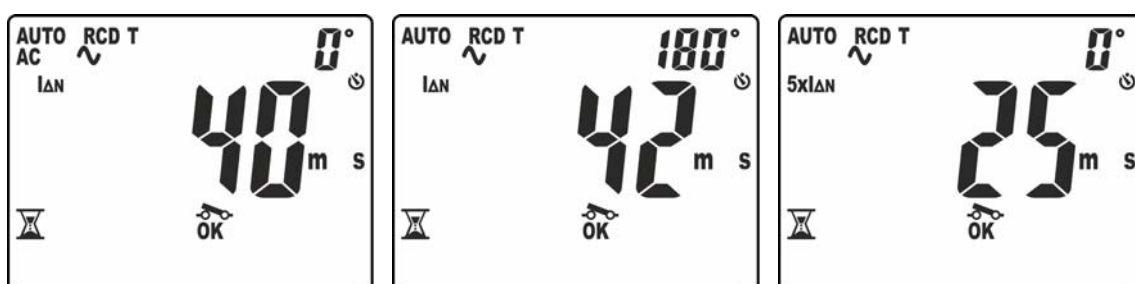

Fig. 32: Tiempo de intervención en modo AUTO – Pantallas 1
10. La primera prueba realizada es con corriente de prueba  $I_{\Delta n}$  y polaridad  $0^\circ$ . El resultado de la medida parcial se muestra en pantalla con indicación "OK" o "NOT OK" (ver Fig. 32 – parte izquierda). El símbolo "🔌" parpadeante indica que es necesario rearmar el RCD
11. La segunda prueba realizada es con corriente de prueba  $I_{\Delta n}$  y polaridad  $180^\circ$ . El resultado de la medida parcial se muestra en pantalla con indicación "OK" o "NOT OK" (ver Fig. 32 – parte central). El símbolo "🔌" parpadeante indica que es necesario rearmar el RCD
12. La tercera prueba realizada es con corriente de prueba  $5xI_{\Delta n}$  y polaridad  $0^\circ$ . El resultado de la medida parcial se muestra en pantalla con indicación "OK" o "NOT OK" (ver Fig. 32 – parte derecha). El símbolo "🔌" parpadeante indica que es necesario rearmar el RCD